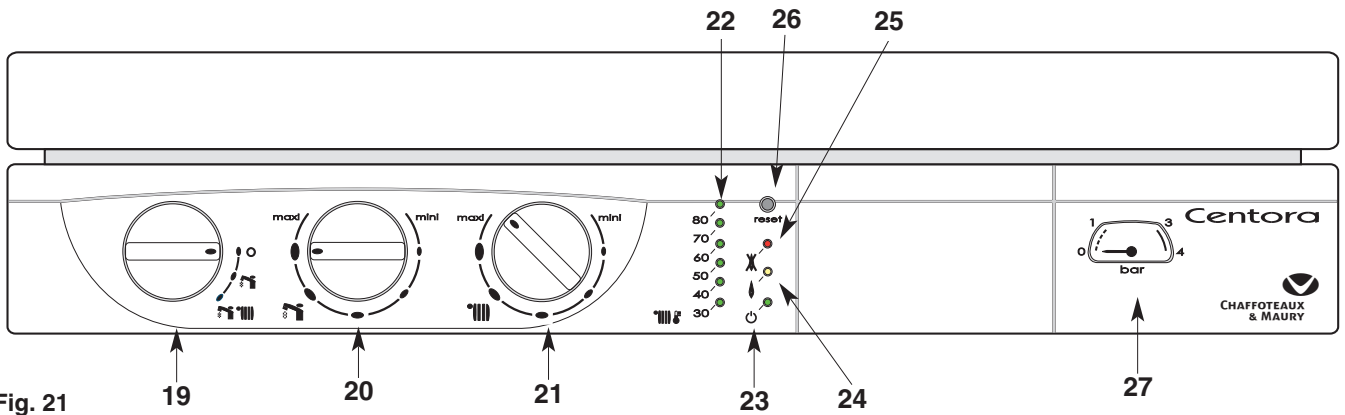

Fig. 21
### Tableau de bord (fig. 21)
- Placez le commutateur **19** (fig. 21) en position
voyant vert **23** allumé ; le voyant orange **24** (fig. 21) s'allume chaque fois que le brûleur entre en fonction. Pendant un puisage sanitaire, la fonction chauffage est interrompue.
Le bouton de réglage du chauffage **21**  (fig. 21) donne la possibilité d'ajuster la température de l'eau du circuit de chauffage en fonction des besoins saisonniers.
L'indicateur **22**  (fig. 21) affiche cette température.
- Placez le commutateur **19** en position **O** le voyant vert **23** (fig. 21) reste allumé. La fonction hors gel de la chaudière reste active.
*Ne pas oublier de le rouvrir en début de saison de chauffage, lorsque l'on replace le commutateur **19** (fig. 21) en position  .*
Après vérification du circuit de ventilation (gaine, extracteur, etc...) il sera possible de réarmer la chaudière (en agissant sur le bouton 26 fig. 21), le thermostat, refroidi, aura remis le circuit et la température d'extraction des produits de combustion sera normale.